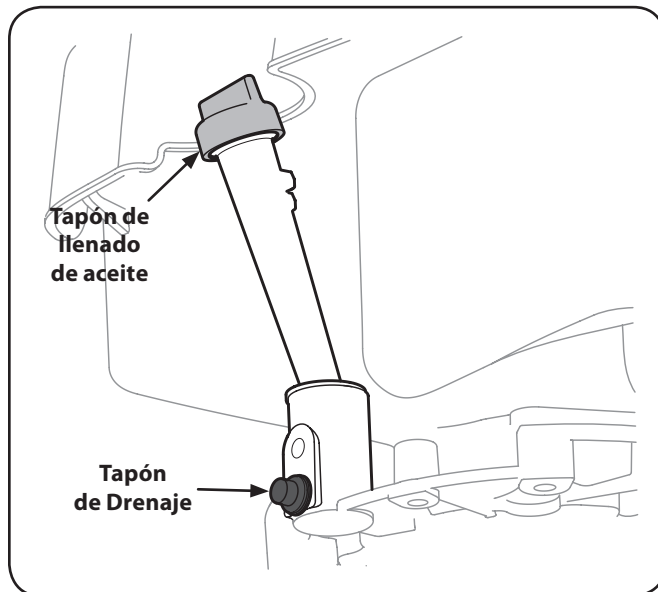

Figura 6-20
2. Retire el tapón de llenado de aceite y permitiendo que el aceite se drene en un recipiente adecuado. Vea la Figura 6-20.